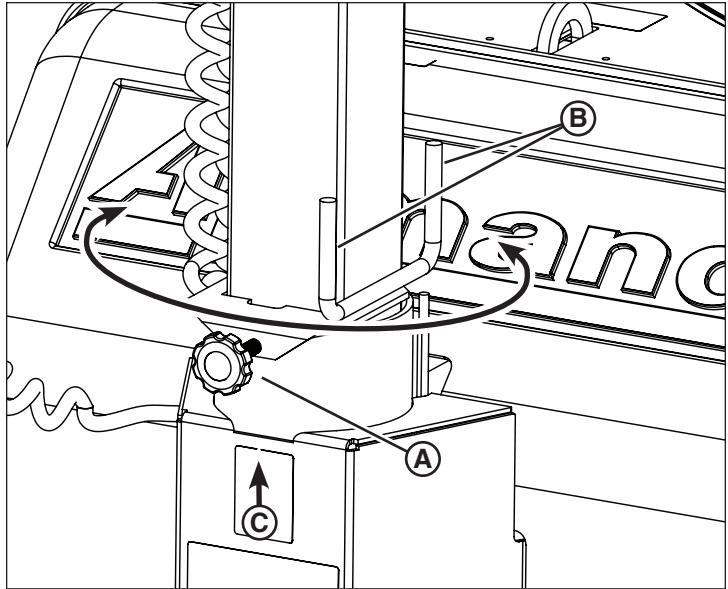

Figure 17
- Desserrer le bouton de verrouillage de la tour d'éclairage (A, Figure 17).
- Avec les poignées (B, Figure 17), tourner la tour d'éclairage dans le sens voulu.
- Lorsque les opérations d'éclairage sont terminées, tourner la tour d'éclairage en position de transport. Aligner le bouton de verrouillage de la tour d'éclairage avec le centre avant de la base de la tour d'éclairage (C, Figure 17). Veiller à bien serrer le bouton de verrouillage de la tour d'éclairage.